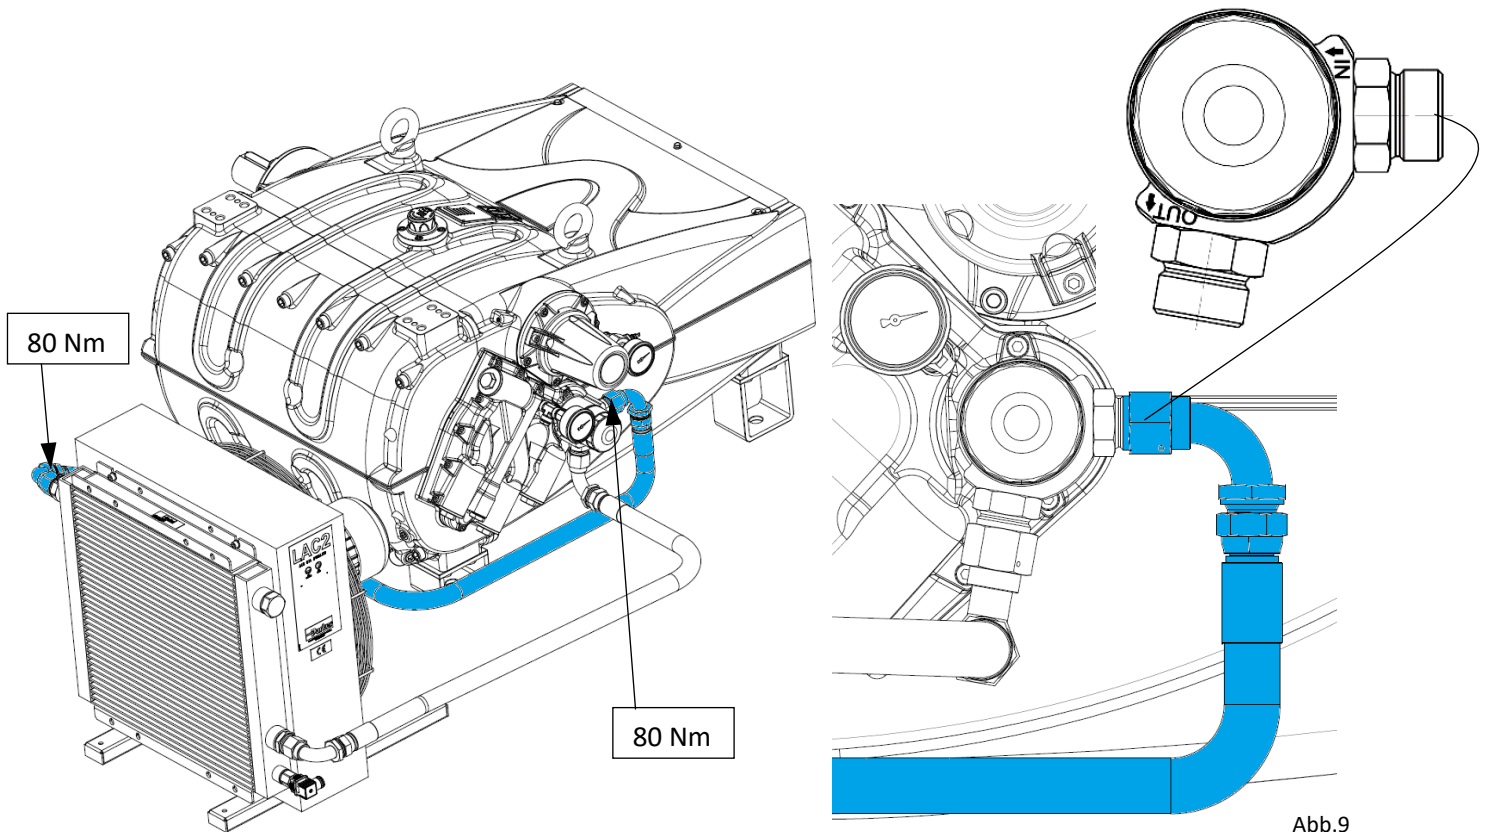

Abb.9
2. Dann das zweite Rohr über die 90°-Verschraubung an den gegenüberliegenden oberen Auslassstutzen am Wärmetauscher anschließen sowie an den mit „IN“ gekennzeichneten Adapter an der Pumpe (siehe Abb. 9). Mit Anzugsmoment 80 Nm festziehen